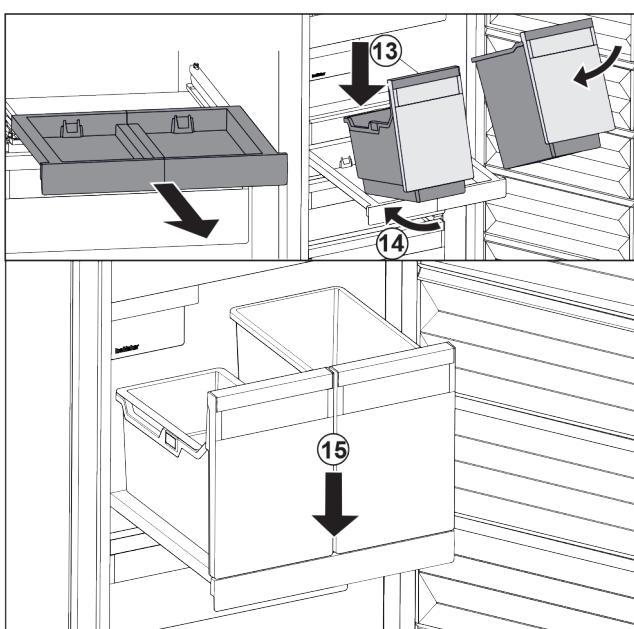

Fig. 31
- Nasadte nádobu šikmo na vyťahovaciu poličku. Fig. 31 (13)
- Zasuňte nádobu šikmo dozadu. Fig. 31 (14)
- Zložte nádobu vpred. Fig. 31 (15)